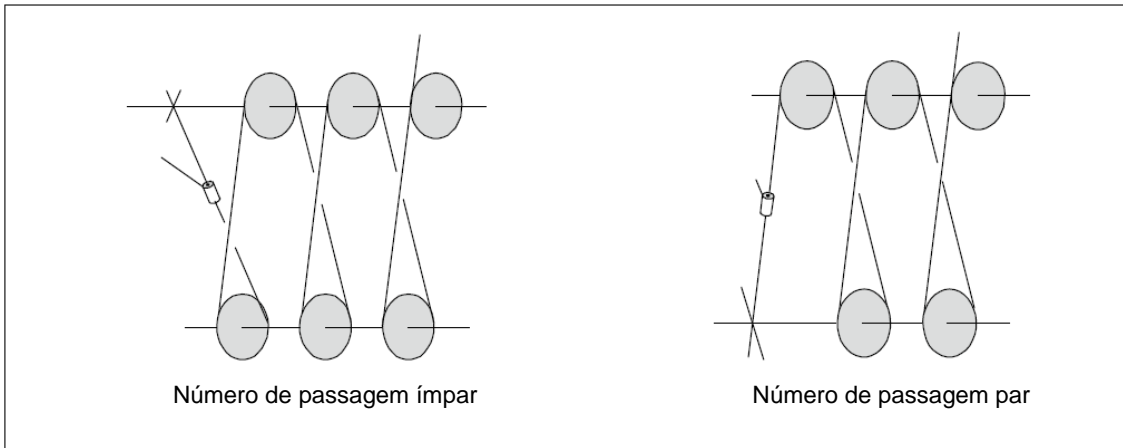

Figura 4-43 Localização do peso do interruptor de fim de curso de elevação
- (1) É necessário trocar o local do peso do interruptor de fim de curso de elevação, se tiver um número diferente de passagens de cabo de arame. Consulte a figura 4-43.